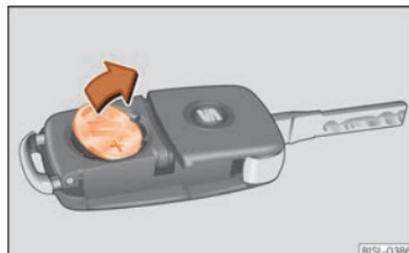

Fig. 130 Chave do veículo: retirar a pilha.
- Extraia a pilha do compartimento com um objeto fino adequado »» Fig. 130.
- Coloque a nova pilha no compartimento, pressionando-a tal como se mostra »» Fig. 130, no sentido contrário ao da seta »» ❶.